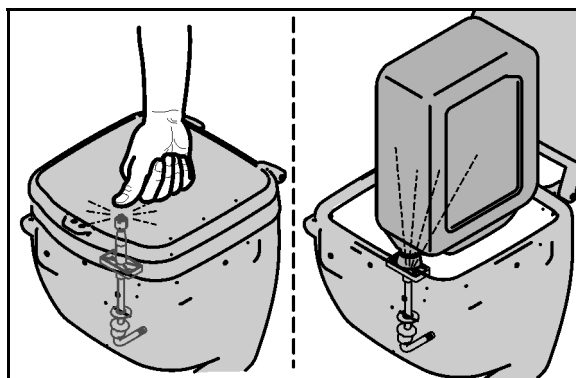

Bild 53
- det stängda luckan trycks nedåt. (Bild 53).